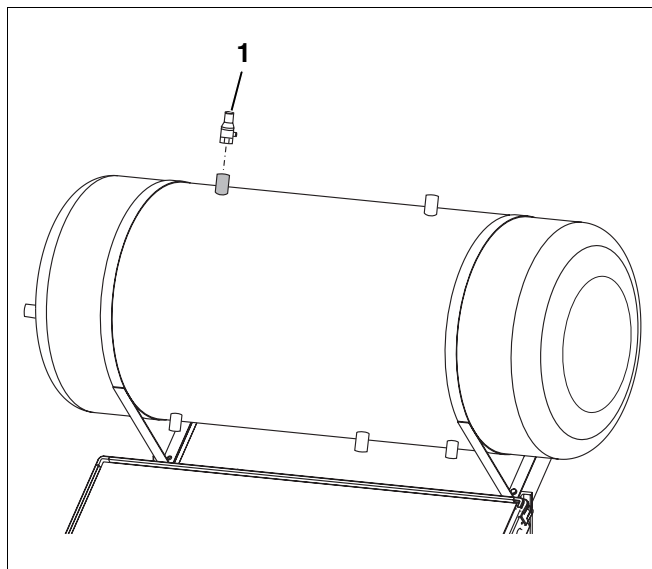

Fig. 25 Montagem de válvula de segurança do lado solar
- B Montar a válvula de segurança solar (2,5 bar) em cima no termoacumulador (fig. 25, **item 1**).